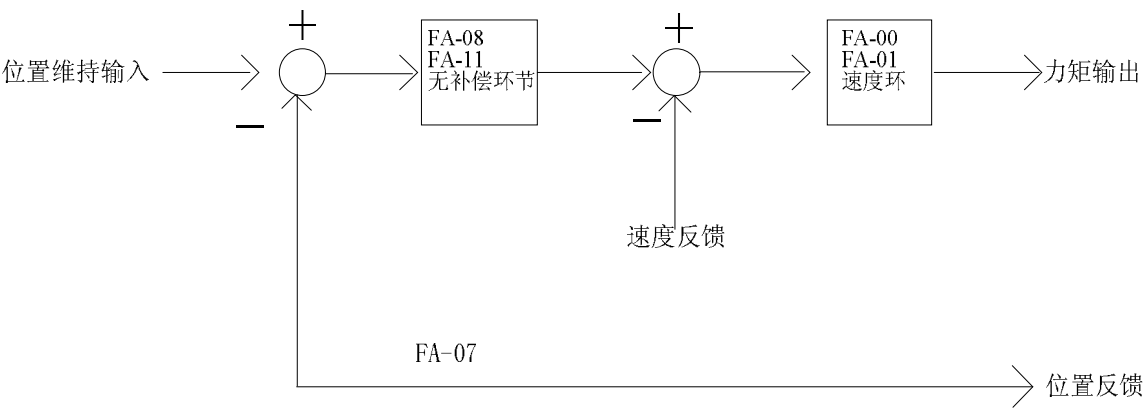

图 6.16: 无负载补偿启动的工作原理示意图
- 1) 工作原理：如图 6.16 所示。在抱闸打开时，通过正余弦 PG 卡反馈的位置信息计算出当前负载情况下维持曳引机位置恒定电机所需的转矩，迅速的产生相应转矩，使曳引轮产生极小的位移，达到无负载补偿舒适起动的目地。